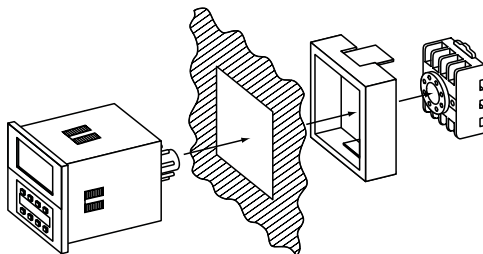

Рисунок 10. Монтаж реле PB4 в вырез в крышке щитка 45x45 мм
- в вырез в крышке щитка 45x45 мм для РВ4 (см. рисунок 10)